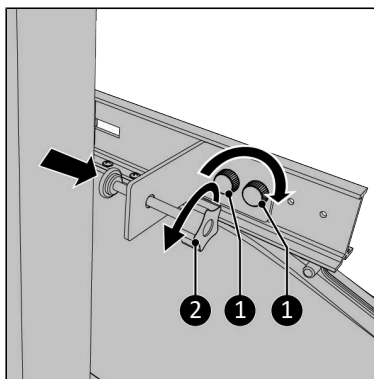

Figura 91.
12. Înșurubați complet șurubul de fixare (Figura 91, nt. 2).
14. Înșurubați suportul de fixare pe șina principală folosind cele două șuruburi cu buton (Figura 91, nt. 1).